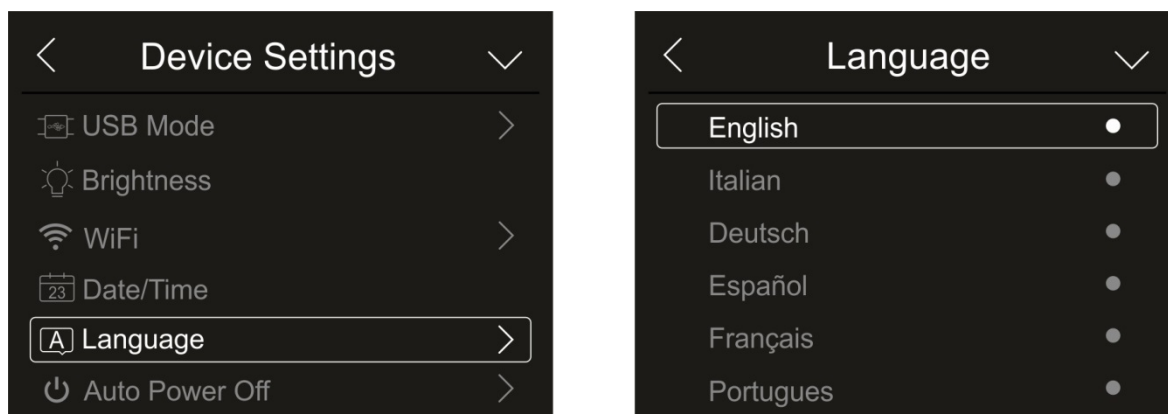

Fig. 17: Configurações do Idioma do sistema
3. Clique em “SSID” para definir um identificador de ID personalizado da ligação WiFi. O ecrã da Fig. 17 - lado esquerdo é exibido no dispositivo
5. Clique em “Password” para definir a senha personalizada da ligação WiFi (padrão “12345678”). O ecrã da Fig. 17 - lado direito é exibido no dispositivo